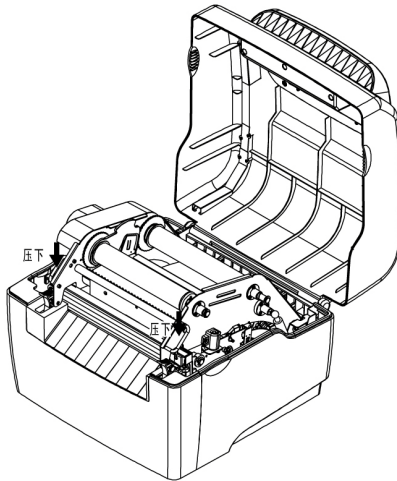

图 2.5.4
- 4) 按照图示方式压上支架，至锁紧状态，并合上上盖(如图2.5.4)。